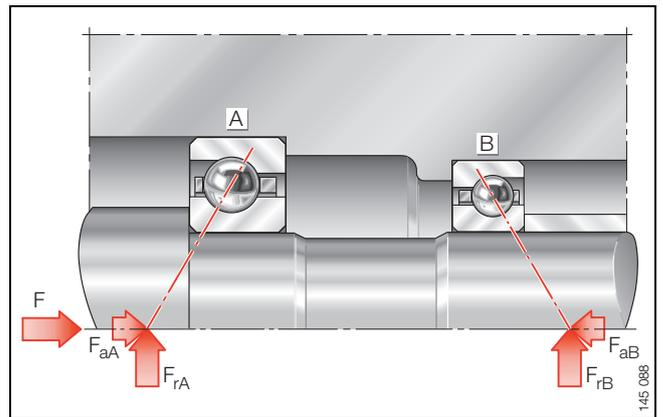
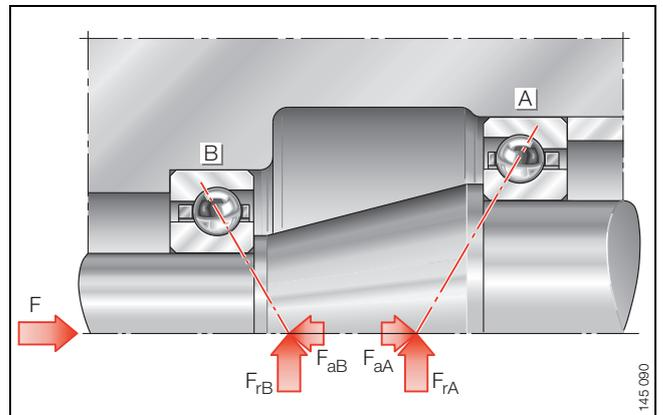

Bild 9 · Axial belastete Schrägkugellager O-Anordnung
Bild 10 · Axial belastete Schrägkugellager X-Anordnung
- Lageranordnungen dazu, siehe Bild 9 und Bild 10